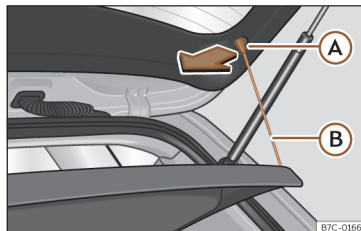

Fig. 161 Na bagageira: desmontar e montar a chapeleira.
- Desengate os tirantes de fixação >>> **Fig. 161** (B) dos alojamentos (A).
- Engate os tirantes de fixação >>> **Fig. 161** (B) na porta da bagageira.